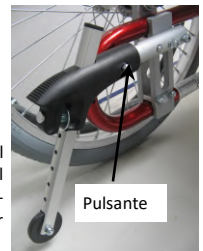

fig. 4.4: Ruotina antiribaltamento estraibile
* versione estraibile (fig. 4.4) qualora presente:
Tale sistema ha la possibilità di togliere completamente il dispositivo antiribaltamento dal telaio pigiando il pulsante indicato in fig. 4.4. Per l'inserimento pigiare il pulsante ed inserire il tubo facendolo scorrere fino a quando il pulsante non si alloggerà nella relativa sede. Controllare il corretto inserimento verificando l'impossibilità del distacco del dispositivo dal telaio. Per il funzionamento vedere la sezione (standard fissa).